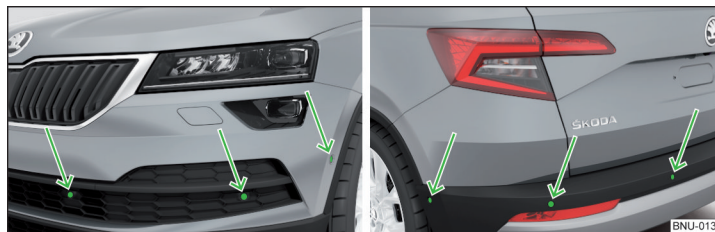

Fig. 261 Lieu d'installation des capteurs sur le côté gauche du véhicule : avant/arrière
- Maintenir les capteurs du système » fig. 261 à la page 234 propres ainsi que dépourvus de toute neige ou glace et ne jamais les recouvrir au risque d'entraver le fonctionnement.
Le système calcule sur la base d'ondes ultrasoniques la distance entre le pare-chocs et un obstacle. Les ondes ultrasoniques se trouvent, selon l'équipement du véhicule, dans le pare-chocs arrière ou également dans le pare-chocs avant » fig. 261.